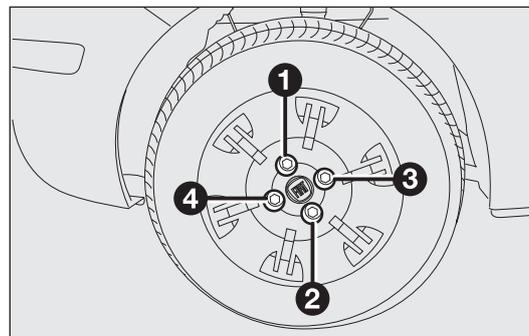

fig. 130
- apriete bien los tornillos, pasando alternativamente de un tornillo al diametralmente opuesto, siguiendo el orden indicado en la fig. 130.